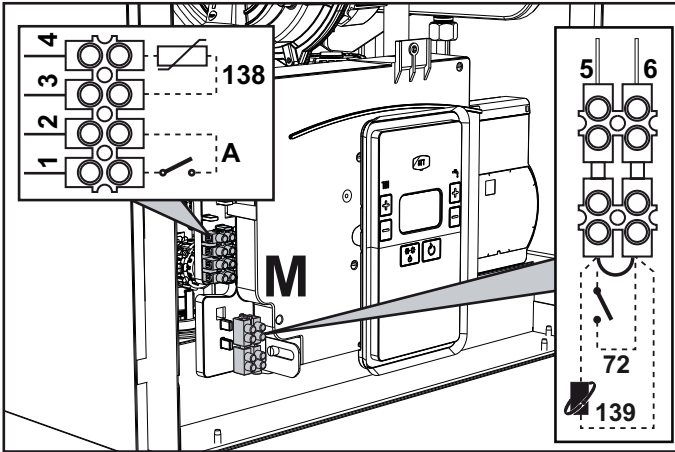
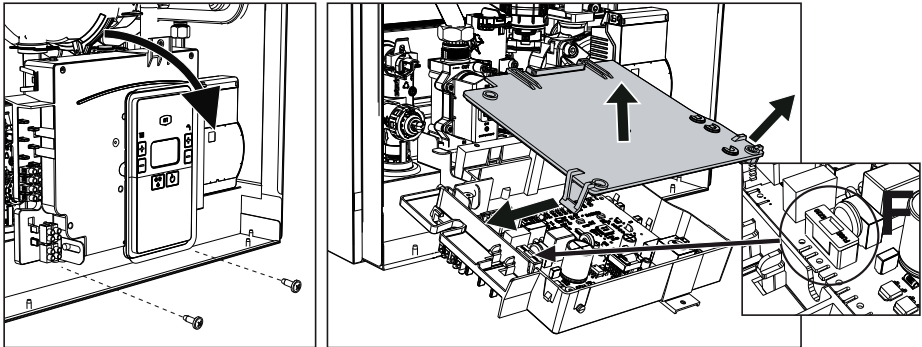

fig. 18
fig. 19
Dopo aver tolto il pannello frontale (sez. "Apertura del pannello frontale" a pag. 34) è possibile accedere alle morsettiere (M) e al fusibile (F) seguendo le indicazioni descritte di seguito (fig. 18 e fig. 19). I morsetti indicati nella fig. 18 devono essere a contatti puliti (non 230V). La disposizione dei morsetti per i diversi allacciamenti è riportata anche nello schema elettrico alla fig. 45.
Configurazione Interruttore ON/OFF (A fig. 19)